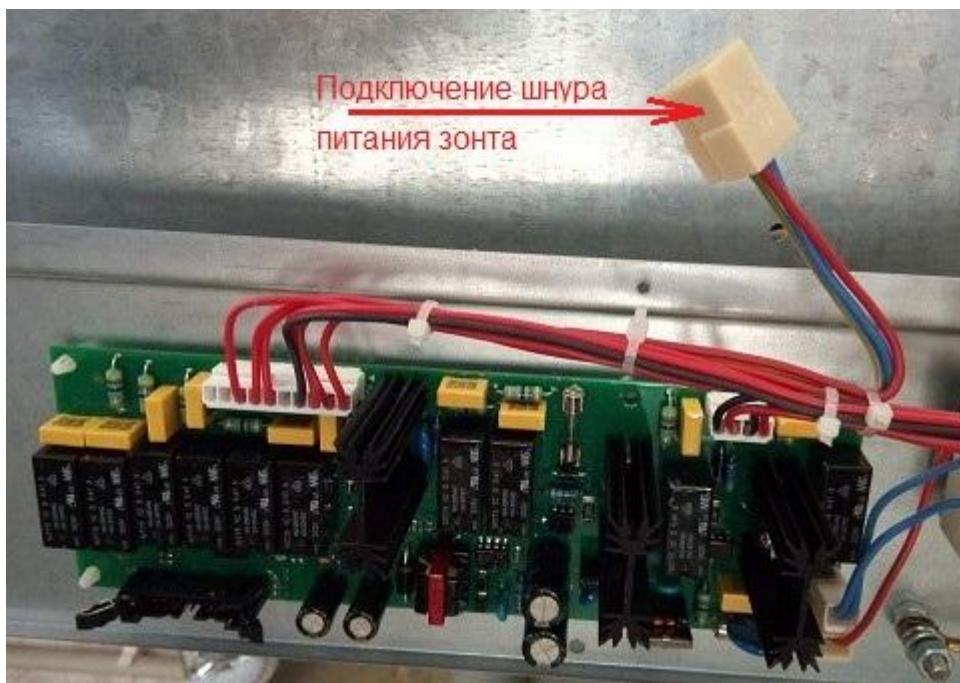

Рис.1 Место подключения шнура питания зонта к колодке 45 7373 9005 КЭП-6(10)
- коричневый, синий и желто-зеленый провод шнуря питания зонта с наконечниками (Шз) установить в колодку 45.7373.9006 из комплекта, при этом соблюдая цветовое соответствие проводов колодки 45.7373.9005 КЭП-4 (рис.1);